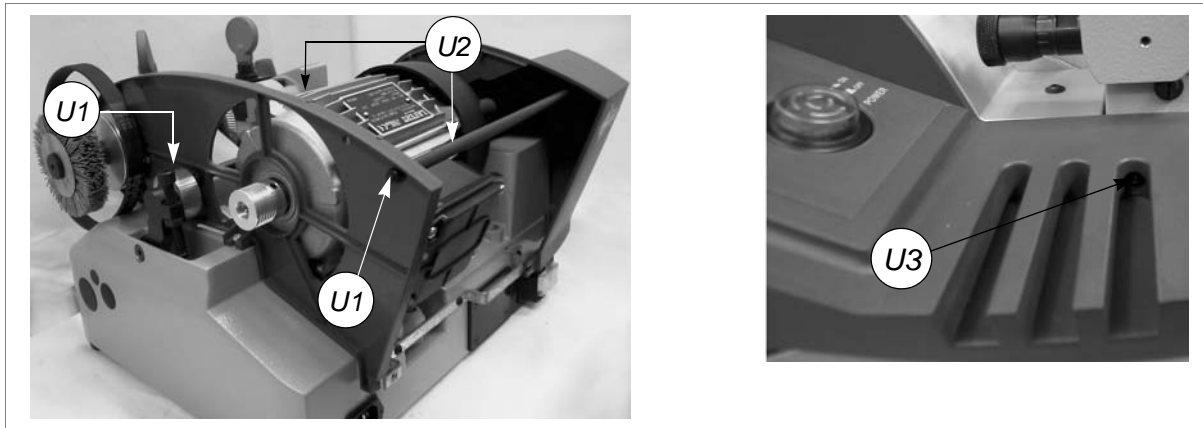

Fig. 31
- 6) Desenroscar las tuercas (U1) de los tirantes (U2) y sacarlas junto con las arandelas (fig. 31, pág. 25).
- 7) Desenroscar los tirantes (U2) y sacarlos (fig.31).
- 8) Destornillar el tornillo (U3) del cárter izquierdo (fig.31).